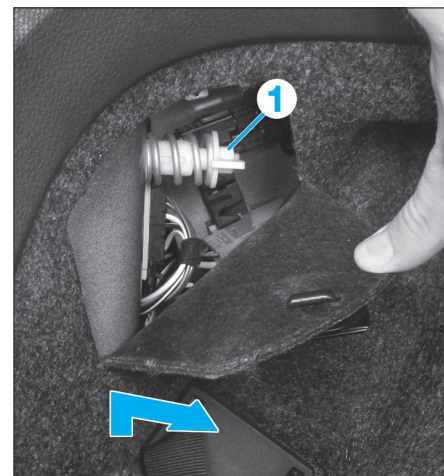

FIG. 103
- Dans le coffre et du côté concernée, écarter la moquette (Fig.103).
- Déposer la vis (1).